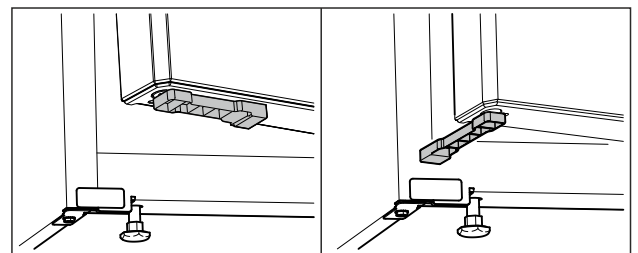

Fig. 69 *
- ▶ Поверните упор для двери на 90°. (см. Fig. 69) *